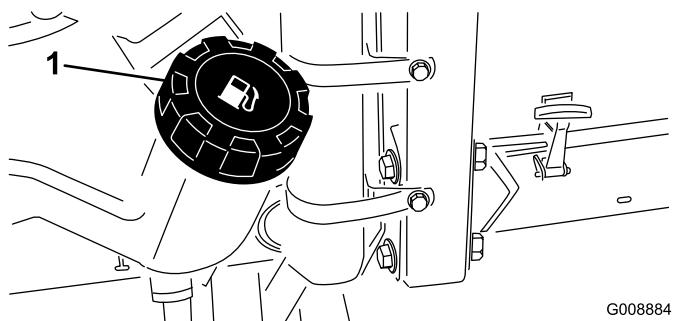

Bild 27
1. Reinigen Sie den Bereich um den Tankdeckel (**Bild 27**).